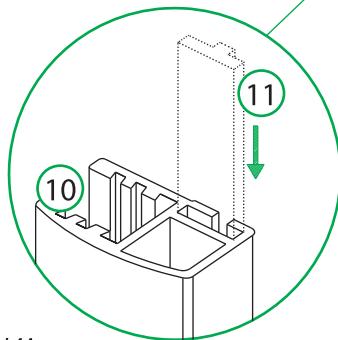

Рис. 11 / 11-сур.
9. Вставьте Т-образный уплотнитель в боковой алюминиевый профиль неподвижного стекла (рис. 11).